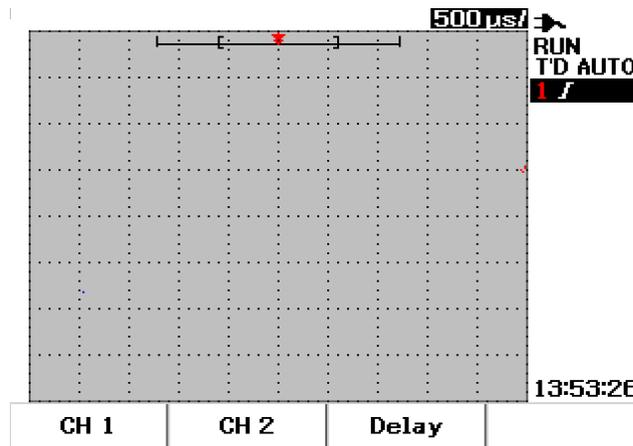

Figure 3-1 Ecran du menu Scope avec les deux voies
- 1 Appuyez sur la touche  du panneau avant pour accéder au menu Scope. Vous observerez l'écran du menu Scope suivant de la Figure 3-1, qui présente les deux voies désactivées.